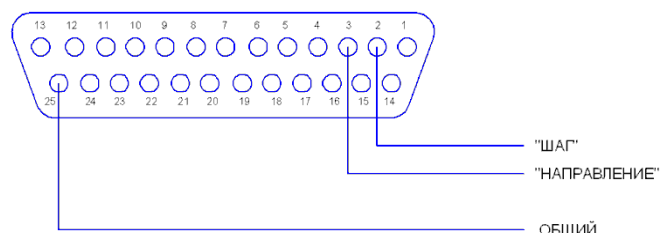
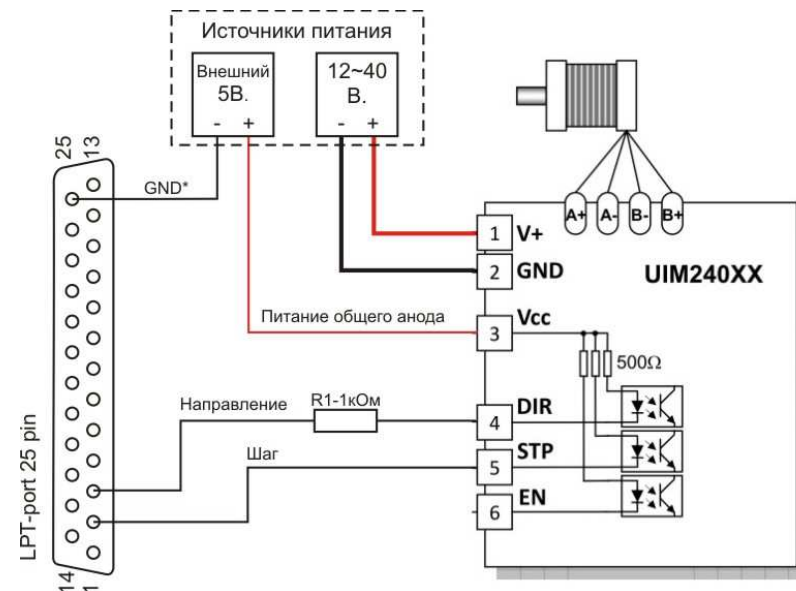

Рис.4 Назначение выводов LPT-порта компьютера.
Рис.5. Подключение блока к LPT-порту компьютера.
- В) Схема подключения блока к параллельному порту персонального компьютера приведена на рис.4 и рис.5